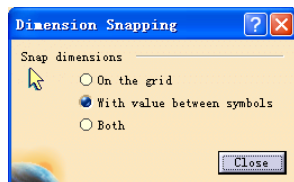

图 6-77
- Snap by default (SHIFT toggles) (激活锁点), 单击 Configure snapping 按钮会出现如图 6-77 所示对话框, 可在此设置锁点的方式。